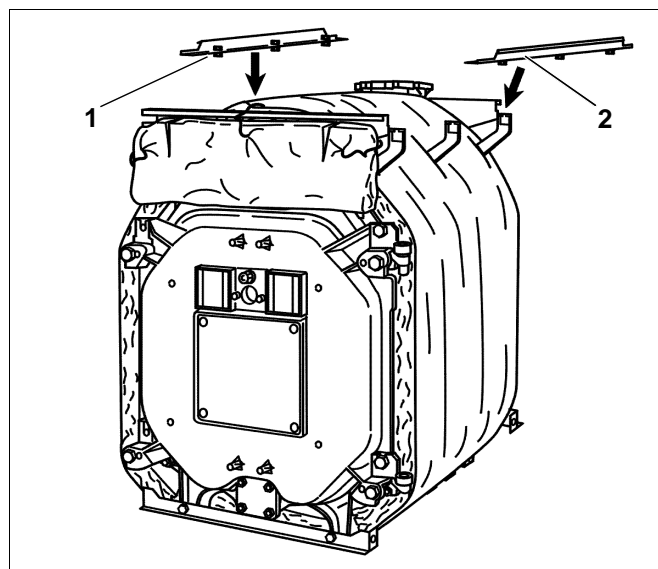

Fig. 44 Montaggio definitivo dei longheroni
- Spingere i longheroni (fig. 44, **pos. 1 e 2**), come precedentemente descritto, con le viti premontate negli intagli delle mensole ed avvitarveli fissamente.